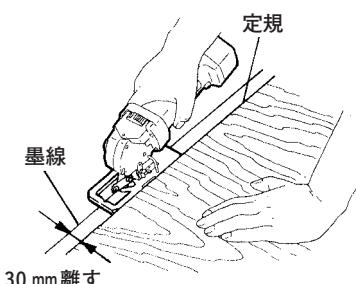

図 17
(3) 刀物が材料に触れていない状態でスイッチを入れます。材料がばたつかないようにしっかりと押さえ、ゆっくり送って切断します。
(4) 正確な直線に切る場合には、図 17 のように適当な材料を案内定規とし、墨線から 30 mm 離しておきます。これにベース側面を軽く当てながら送ります。
(5) 曲線に切るときは、直線に切るときよりさらにゆっくり送ってください。